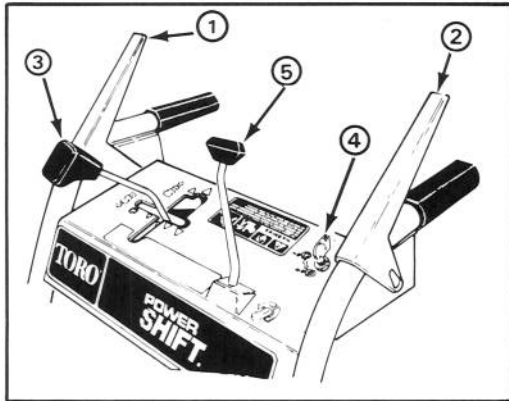

Abbildung 9
Räumwerkkuplungshebel (Abb. 9)—Dieser Hebel hat zwei Stellungen: EIN und AUS. Zum Einschalten des Räumwerks und Gebläses den Hebel zum linken Griffholm drücken. Um den Antrieb zu stoppen, den Hebel loslassen.
Antriebshebel (Abb. 9)—Dieser Schalter hat vier Gänge nach vorwärts und zwei nach rückwärts; er steuert auch den Power Shift-Betrieb der Räder.
Räumwerk-Sperre: (Abb. 9)—Wenn sowohl der Räumwerkkuplungshebel als auch der Antriebshebel gedrückt werden, sperrt der Antriebshebel den Räumwerkkuplungshebel nach unten. Durch Freigabe des Antriebshebel wird der Räumwerkkuplungshebel freigegeben..
Auswurfkontrolle (Abb. 9)—Auswurfkontrolle im Uhrzeigersinn rotieren, um den Auswurf nach rechts zu bewegen, und gegen den Uhrzeigersinn, um den Auswurf nach links zu bewegen.
Auswurfkontrolle (Abb. 9) — Auswurfkontrolle im Uhrzeigersinn rotieren, um den Auswurf nach rechts zu bewegen, und gegen den Uhrzeigersinn, um den Auswurf nach links zu bewegen.
Zündschloß (Abb. 9)—Das Zündschloß hat zwei Stellungen: EIN und AUS. Den Zündschlüssel EIN drehen, ehe der Motor mit dem Rücklaufstarter angeworfen wird. Zum Abstellen des Motors den Schlüssel auf AUS drehen.
1. Den Geschwindigkeitshebel auf N—neutral—stellen sowie die Drossel auf SCHNELL (Abb. 9).
4. Den Zündschlüssel auf EIN drehen (Abb. 9).
1. Räumwerk Kupplungshebel und Antriebshebel lösen (Abb. 9).